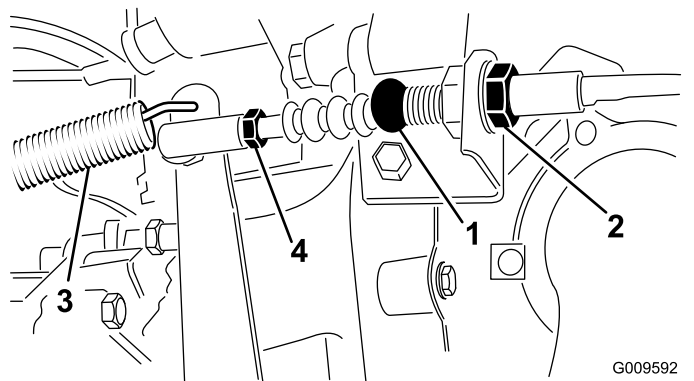

図 68
1. クラッチケーブルをベルハウジング上のブラケットに固定しているジャムナットをゆるめる **図 68**。